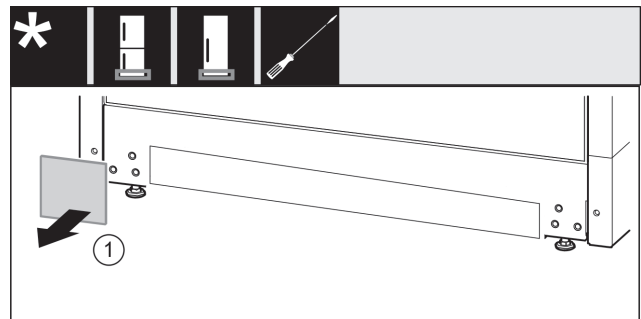

Fig. 15
- Vegye le a fedelet Fig. 15 (1).